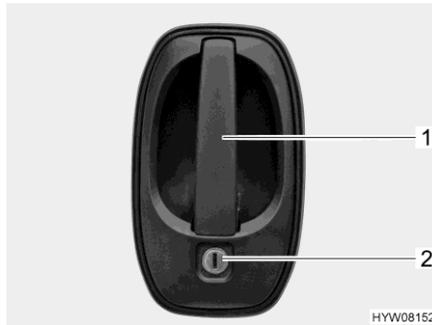

Bild 49 Tüschloss (Fahrertür/Eingangstür außen)
- Schlüssel in Schließzylinder (Bild 49,2) stecken und drehen, bis das Tüschloss entriegelt ist.
- Am Türgriff (Bild 49,1) ziehen. Die Tür ist geöffnet.
- Schlüssel in Schließzylinder (Bild 49,2) stecken und drehen, bis das Tüschloss verriegelt ist.